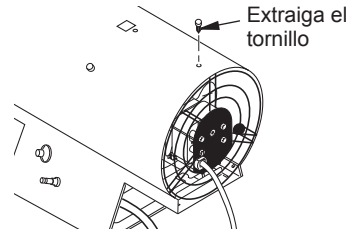

Figura 3. Extracción del tornillo de la parte superior del resguardo del ventilador
1. Extraiga el tornillo de la parte superior del resguardo del ventilador (consulte la figura 3). Deseche el tornillo.
3. Coloque la manija sobre el orificio y el clip. Inserte dos tornillos (incluidos con la manija) a través de la manija y apriételos a la cubierta (consulte la figura 3). Asegúrese de que el tornillo posterior atraviese la cubierta y el resguardo del ventilador. Apriete firmemente los tornillos.